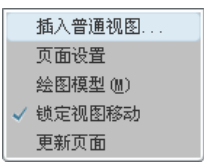

图 10.4.3 快捷菜单
Step3. 使用命令。在绘图区中右击, 系统弹出图 10.4.3 所示的快捷菜单, 在该快捷菜单中选择 **插入普通视图...** 命令。